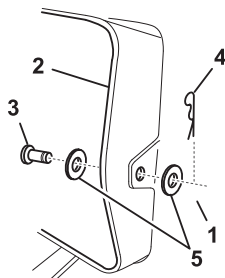

Figura 18
6. Sollevate il cesto di raccolta e rimuovete la coppiglia, le 2 rondelle e il perno con testa che fissano il tubo di scarico alla piastra posteriore (Figura 18).
15. Sollevare il cesto di raccolta dell'erba e montate il perno con testa, le 2 rondelle e la coppiglia per fissare il tubo di scarico alla piastra (Figura 18).
6. Sollevare il cesto di raccolta dell'erba e rimuovete la coppiglia e il perno con testa che fissano il tubo di scarico alla piastra posteriore (Figura 18).
12. Sollevare il cesto di raccolta dell'erba e montate il perno con testa e la coppiglia per fissare il tubo di scarico alla piastra posteriore (Figura 18).